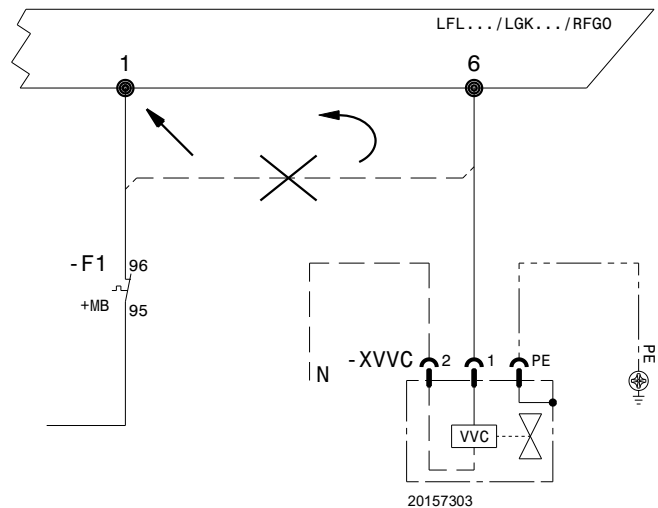

Abb. 6
- Die Versorgung des mit dem Kit mitgelieferten Ventils an die Klemme 6 des Steuergeräts anschließen, von dem zuvor die Motorsteuerung entfernt wurde (Abb. 6).